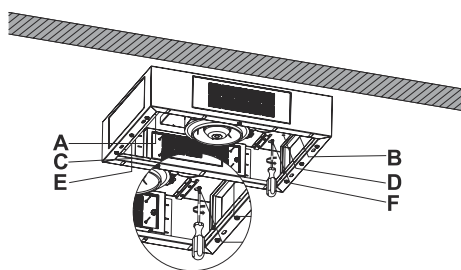

Abb. 8
4. ➔ Drehen Sie die Schrauben der Punkte A,B und E,F fest (Abb. 8).
Fixieren Sie die Motorbox an den Punkten C und D mit den 5,5x60 Schrauben (Abb. 8).